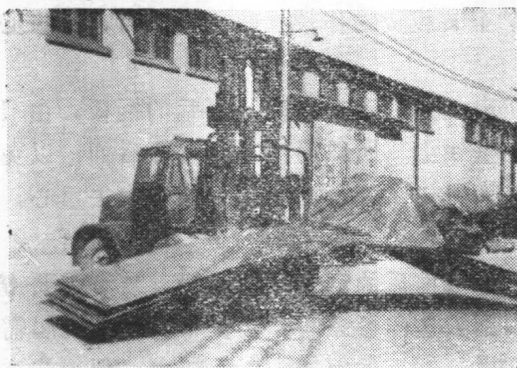

图 14
(1) 两只铲齿左右开距必须相等，防止铲架单面吃重，而致门架变形（图14）。
(2) 所铲钢材的重心，应在两铲齿中间，操作时力求升